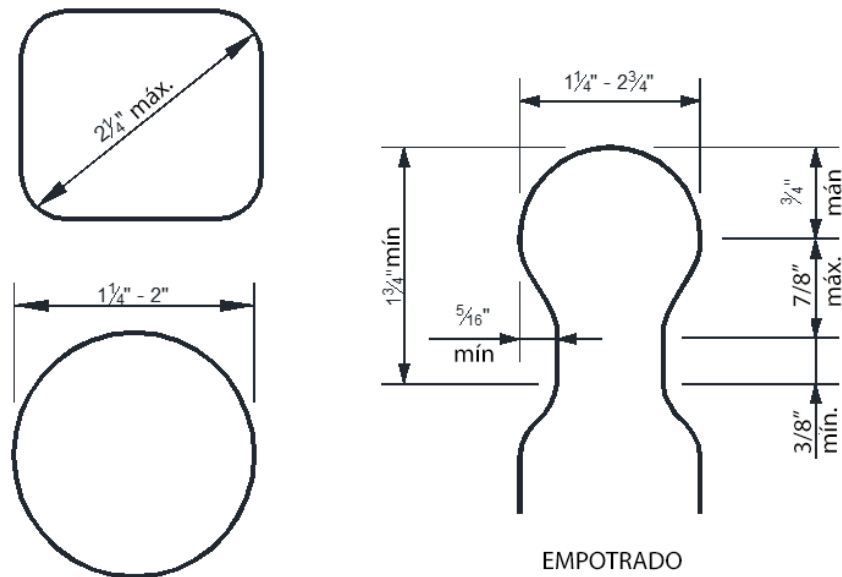

FIGURA 45: CAPACIDAD DE SUJECIÓN DE PASAMANOS
- Los pasamanos deberán tener una superficie lisa sin esquinas afiladas y deberán poder agarrarse. Las secciones empotradas pueden tener la forma de una tabla de 2x6 o de cinco cuartos, como se muestra en FIGURA 45.